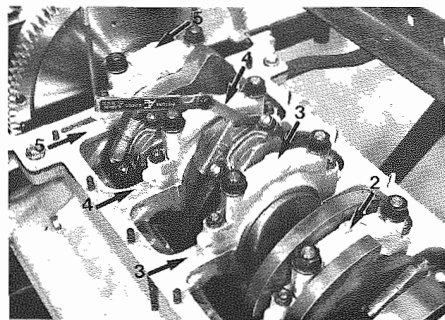

Fig. 122 - Ordine
- Rispettare il verso e l'ordine come da **Fig. 122**.
- Keep to the position and sequence shown in **Fig. 122**.